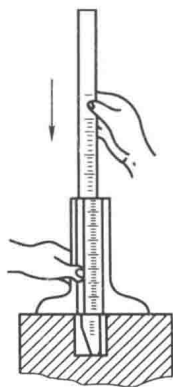

图 1-21 深度游标卡尺的使用
- 2) 深度游标卡尺的使用如图 1-21 所示, 具体操作步骤如下。
- ① 松开制动螺钉, 将尺框测量面紧贴在被测工件的顶面上。
- ② 左手稍加压力, 不要倾斜, 右手向下轻推尺身, 直到尺身下端面与被测底面接触为止。
- ③ 直接读出测量尺寸或用紧固螺钉把尺身固定好, 再取出深度尺进行读数。